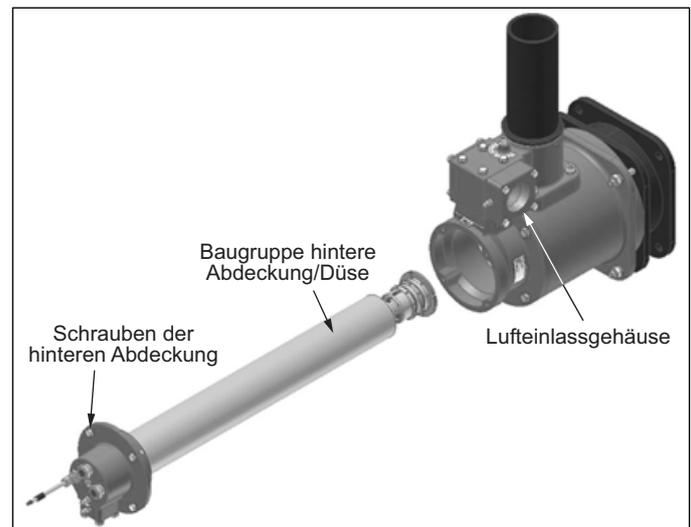

Abbildung 3.9
- Wenn dieser zusammen gebaut ist, entfernen Sie die hintere Abdeckung indem Sie die Bolzen der hinteren Abdeckung lösen. Siehe hierzu Abbildung 3.9.
- Schieben Sie die hintere Abdeckung zusammen mit der Düse durch das Lufteinlassgehäuse und in die Brennkammer. Siehe hierzu Abbildung 3.9.